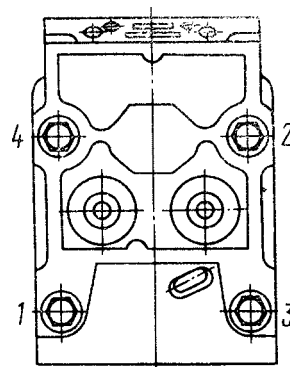

Рис. 94. Порядок затяжки болтов (1... 4) крепления головки цилиндра
соблюдая ту же последовательность, что и при затяжке (рис. 94), затем выверните их;
- снимите головку цилиндра с двигателя. При установке головки цилиндра обратите внимание на правильность монтажа прокладок. Болты крепления головки цилиндра затяните в три приема в последовательности, указанной на рис. 94. После затяжки болтов проверьте и, если необходимо, отрегулируйте тепловые зазоры между клапанами и коромыслами.